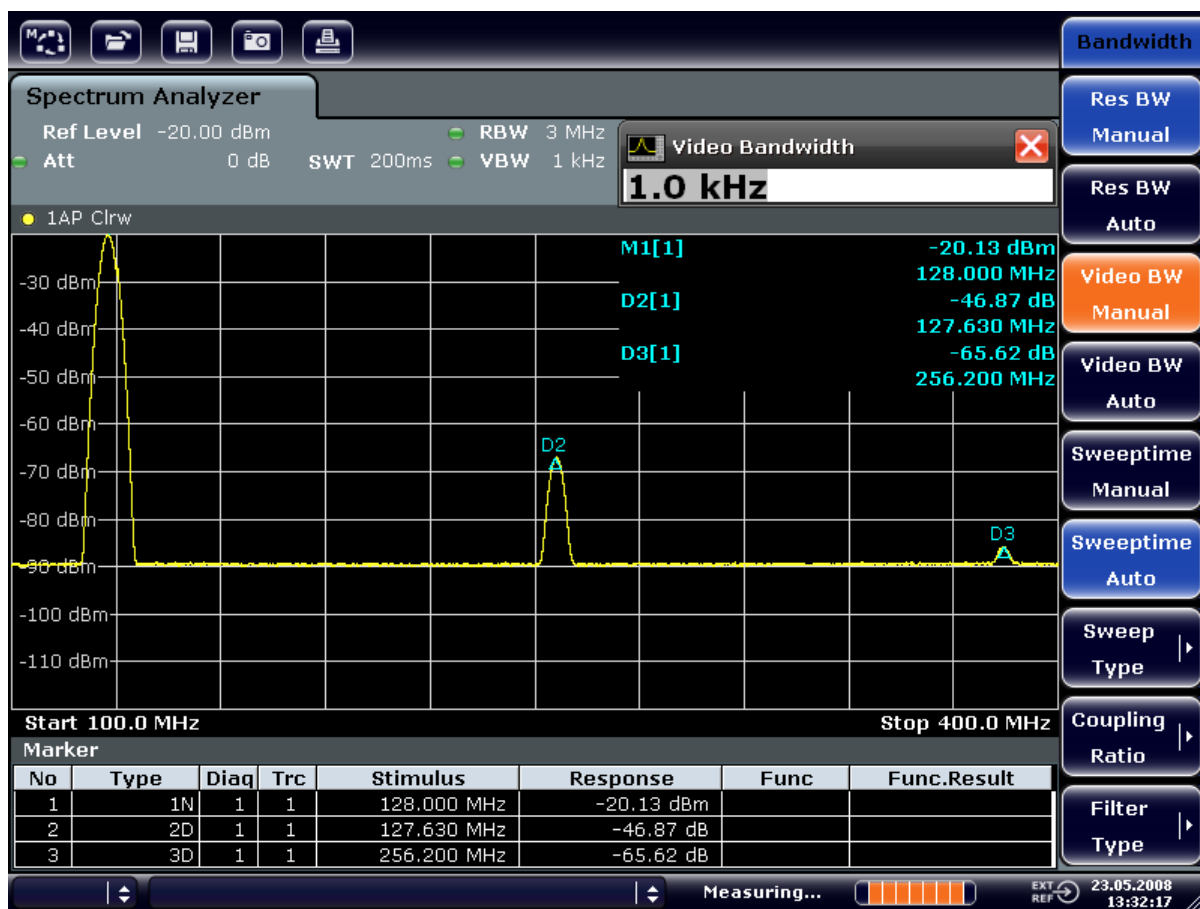

Рис. 6-11: Подавление шума при измерениях гармоник путем уменьшения видеополосы
3. Уменьшите видеополосу до 1 кГц (например), путем ввода 1 kHz . Это существенно сглаживает шум, а время развертки увеличивается до 200 мс. Другими словами, это измерение займет значительно больше времени. Отображаемая видеополоса отмечена жирной точкой, показывающей, что она уже не привязана более к полосе разрешения рис. 6-11).